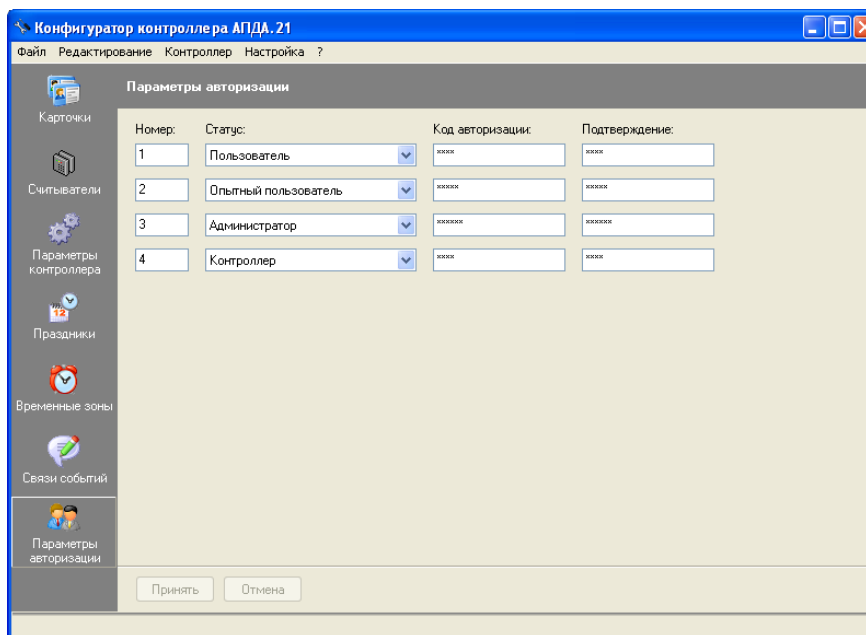

Рисунок 27
- 12) При необходимости, измените параметры авторизации при обмене по сети. Для этого выберите пункт меню "Редактирование/Параметры авторизации", в открывшемся окне "Параметры авторизации" (см. Рисунок 27) отредактируйте коды авторизации и нажмите кнопку "Принять".